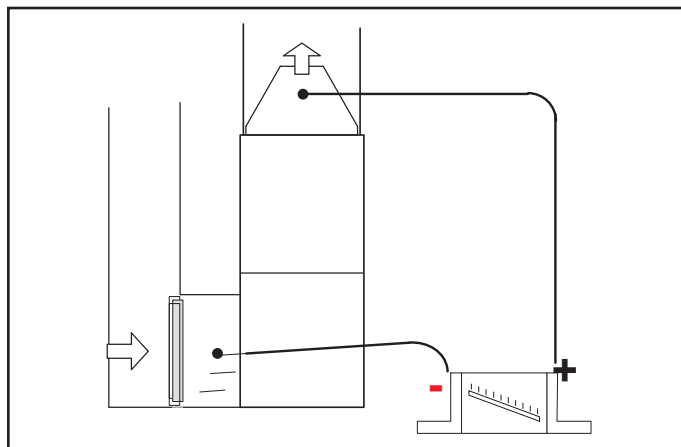

Figure 50. Test de pression statique
1. Emplacements des prises de pression à la Figure 50.